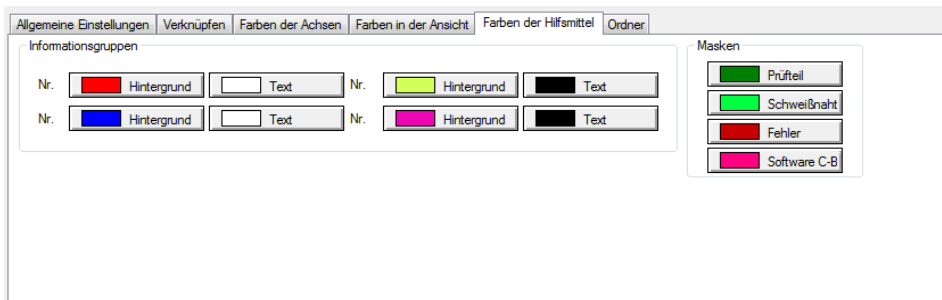

Abbildung 4-53 Register Farben der Hilfsmittel im Dialogfeld Voreinstellungen
2. Wählen Sie im Dialogfeld **Voreinstellungen** das Register **Farben der Hilfsmittel** aus (siehe Abbildung 4-53 auf Seite 296).